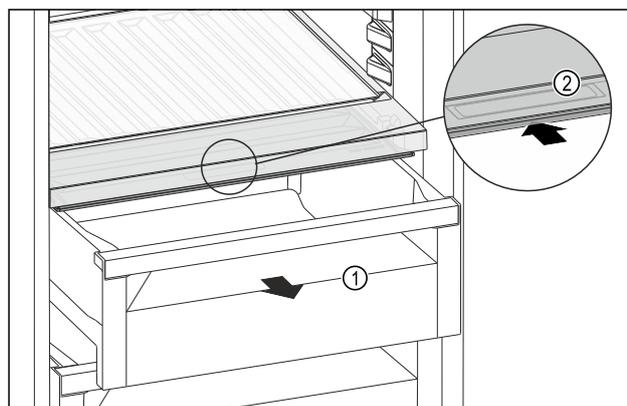

Fig. 108
- ▶ Estrarre il cassetto Fig. 108 (1).
- ▶ Afferrare la maniglia incassata *Fig. 108 (2)* sul coperchio dello scomparto e spingere allo stesso tempo all'indietro il coperchio dello scomparto.